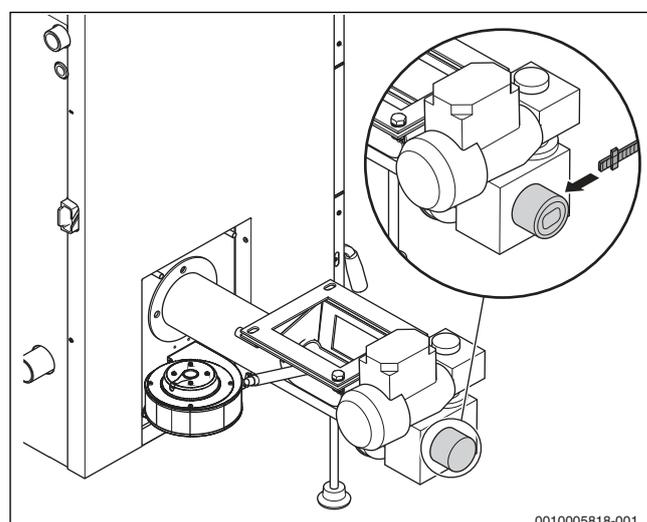

Рис. 42 Подключение датчика шнека
- Датчик температуры шнека — установите в корпусе шнека (→ рис. 42, стр. 21).